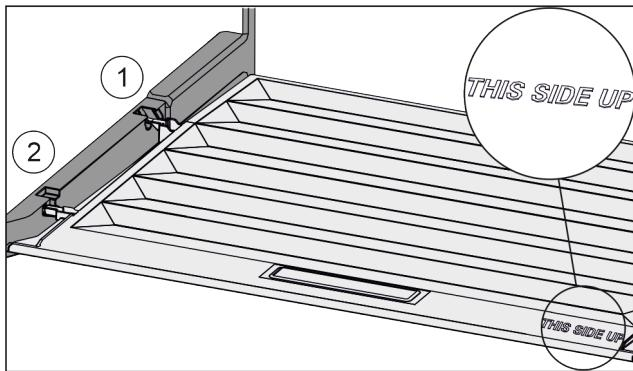

Fig. 89
- 从后部固定支架 Fig. 89 (1)开口导入桥形接片并卡入固定支架 Fig. 89 (2)的前端。